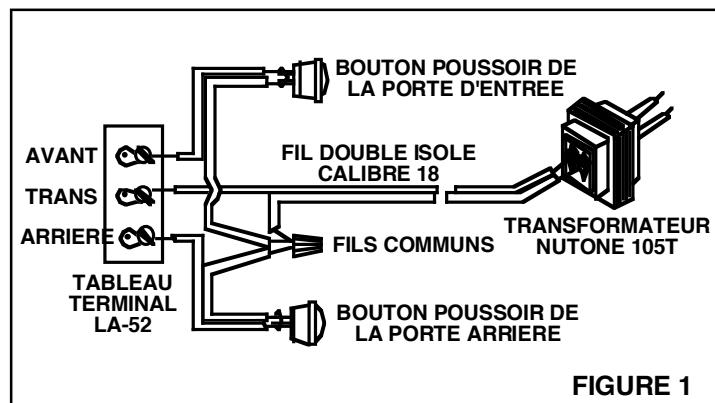

FIGURE 1
4. **Voir Figure 1.** Brancher les fils du transformateur et du bouton sur les bornes du boîtier du LA-52.